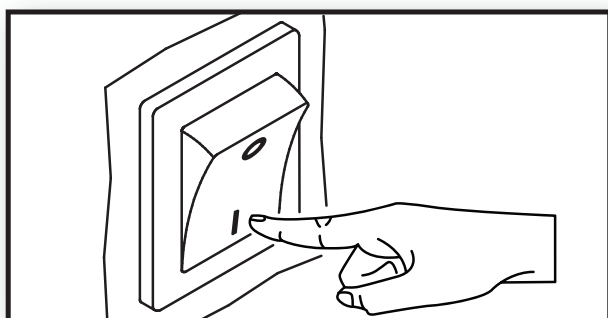

Fig. 15
► 6.1.1. Duceți întrerupătorul "O/I" în poziție "I" (Fig. 15).